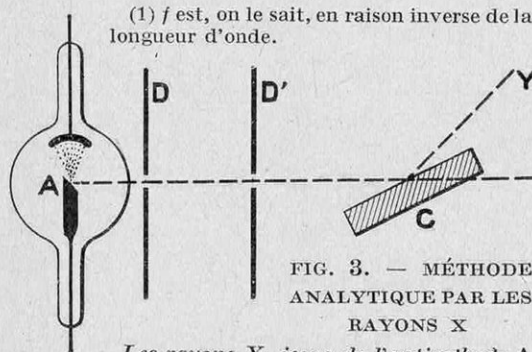

FIG. 3. — MÉTHODE ANALYTIQUE PAR LES RAYONS X
Ces résultats ont été confirmés par l'emploi d'une méthode qui a donné, depuis quelques années, des résultats assez intéressants pour qu'il soit utile d'en exposer le principe. On sait que, lorsque les rayons X, produits par le choc des rayons cathodiques contre une anticathode *A* (fig. 3), puis étroitement délimités par des diaphragmes *DD'*, sont reçus sur un cristal *C*, ils se *diffractent*, c'est-à-dire qu'une partie du rayon *AX* est renvoyée dans une direction *CY* qui dépend de la fréquence vibratoire *f* du rayonnement utilisé, et qui permet de mesurer cette fréquence (1) ; de cette propriété résulte la possibilité d'analyser un spectre de rayons X, comme on analyse, avec un spectroscopie et un réseau, un spectre lumineux. Ce spectre contient un certain nombre de radiations, qui dépendent de la matière formant l'anticathode *A*, et qui la caractérisent bien mieux que le spectre lumineux ne caractérise le corps qui l'émet, grâce à une loi remarquable découverte par le physicien anglais Moseley.